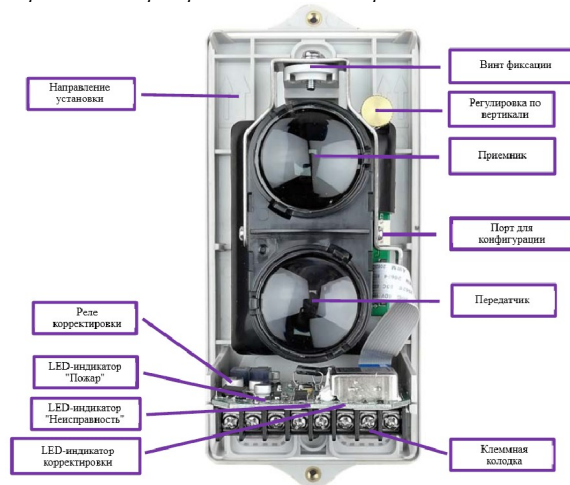

Рисунок 14 – Расположение органов корректировки и элементов внутри корпуса Извещателя
– Осуществите корректировку лучевого пути (рисунок 14) согласно следующему алгоритму: